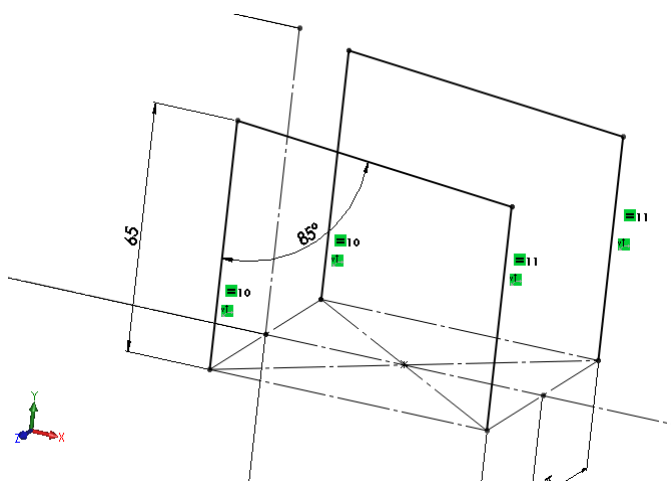

Figura 1.7 - Desenho de linhas no plano XY.
2.12. Agora vamos desenhar as linhas conforme a Figura 1.7. Para isso, na barra de ferramentas de **Esboço**, selecione a ferramenta linha  e mude para o plano XY⁵.
2.14. Conforme a Figura 1.7, desenhe uma linha ligando dois dos pontos superiores das linhas do passo anterior. E desenhe outra linha, ligando os outros dois pontos superiores.
2.15. Dimensione o esboço conforme a Figura 1.7 e adicione relações de esboço para torná-lo totalmente definido.